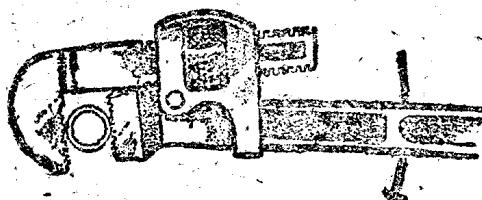

图15 管子扳手的运用
⑥使用管子扳手时，应使扳手口咬紧工作物后，再用力拉动（如图15）；否则会滑脱。